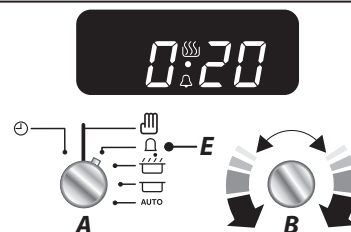

Fig. 3.3
2. Vrid **inställningsvredet (B)** för att ställa in önskad tid. Min. tid är en minut (**Fig. 3.3**).
3. Vrid tillbaka **timervredet (A)** till den **manuella inställningen (D)** om du vill visa aktuell tid samt klocksymbolen på displayen.